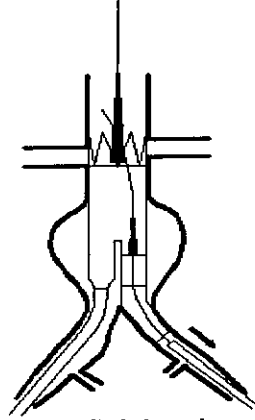

Fig. 10 Despliegue de la prótesis artificial en la rama corta de la prótesis artificial AAA
- 5.16 Retirar la vaina exterior para desplegar el puño del la rama de extensión bajo monitoreo, cuando el stent se despliega, retirar el sistema de liberación y el alambre guía. (Fig. 10)